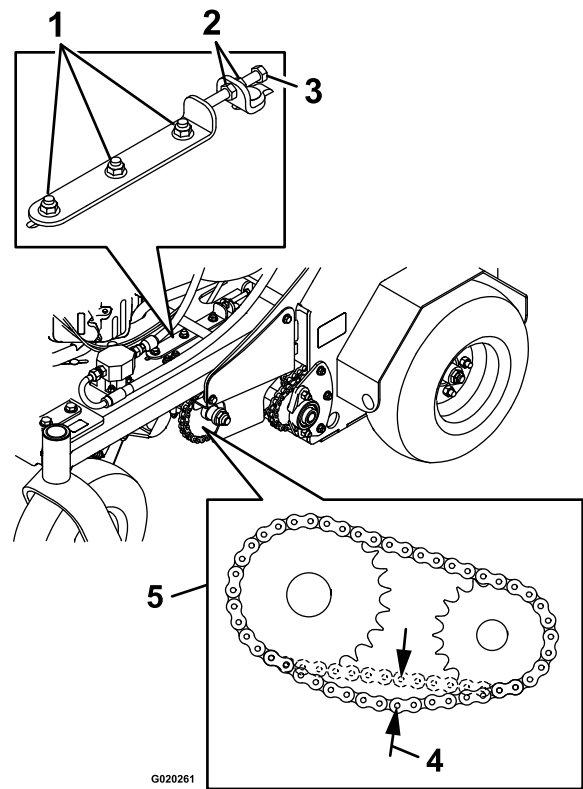

Figure 54
4. De chaque côté de la machine, desserrez les 3 écrous et boulons qui fixent le support de transmission et la plaque de tendeur, ainsi que les 2 écrous qui fixent le boulon de réglage sur la plaque de tendeur, comme montré à la Figure 54.